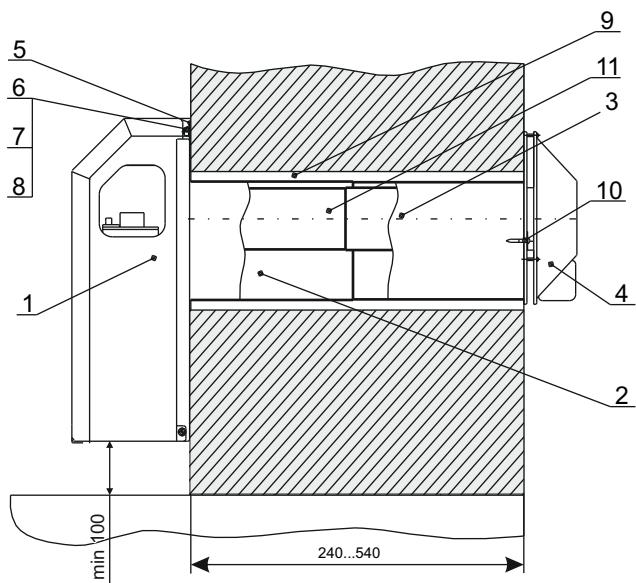

Рис. 2. УСТАНОВКА КОНВЕКТОРА
6.4.2. Встановити патрубок повітропроводу 2 (рис. 2) на осі каналу горизонтально так, щоб торець виступав над внутрішньою площину стіни на 25 мм, і зафіксувати патрубок дерев'яними клинами, щоб уникнути його деформації.
6.4.3. Встановити газохід зовнішній 4 (рис.2) урівень із зовнішньою площиною стіни горизонтально по осі каналу, поєднавши при цьому вставку 3 і повітропровід 2. (розриви в з'єднаннях не допускаються), і зафіксувати дерев'яними клинами.
6.4.6. Зафіксувати на стіні шпильки кріplення конвектора(рис.2)
6.4.8. Встановити конвектор проушинами 5(рис.2) на шпильки кріplення 6(рис.2), з'єднавши при цьому патрубок димаря з фіксованим патрубком газоходу зовнішнього. Патрубок повітропроводу 2(рис.2) розмістити в кільцевому пазі конвектора на прокладку (базальтовий шнур). Виставити вертикально конвектор і закріпити його гайками (п.6), забезпечуючи при цьому щільний і герметичний прижим конвектора до повітропроводу. Встановити прижими і закріпити ними повітропровід в пазі конвектора.